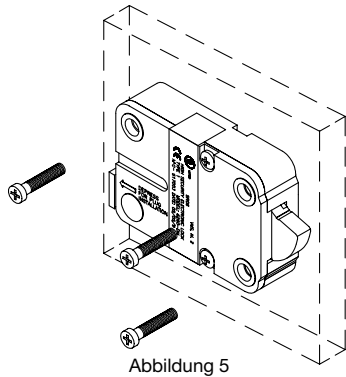

Abbildung 5
2. Stellen Sie sicher, dass das Anschlusskabel von der Eingabeeinheit im Kanal auf der Rückseite des Schlosses verläuft. Befestigen Sie das Schloss mit drei Schrauben 1/4"-20 (US) oder M6X1 (Metrisch) an der Tresortür.
Hinweis: Alle vier Montageausrichtungen sind zulässig. Das empfohlene Drehmoment für die Befestigungsschrauben des Swingboltschlosses beträgt: 30 in./lbs. für 1/4"-20 Schrauben (US) bzw. 3.4 Nm für M6 Schrauben (Metrisch) (Abbildung 5).